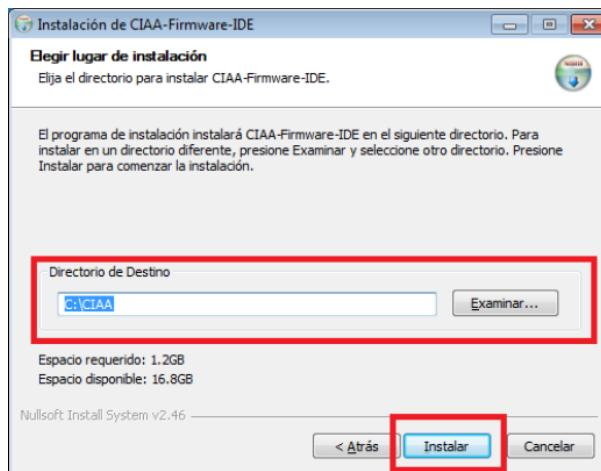

Figura 9: Elección de la ruta de instalación
- A continuación debe establecerse la dirección en donde se desea instalar el entorno. La ventana que corresponde a este proceso se ilustra en la Figura 9. En caso de que se desee cambiar dicha dirección, debe tenerse la precaución de no elegir una dirección donde los directorios posean espacios en sus nombres. Es recomendable no cambiar la unidad de instalación, pues en los siguientes pasos del documento se utilizarán direcciones que harán referencia a esta carpeta de instalación, y si se cambia, se deberán cambiar consecuentemente dichas direcciones.